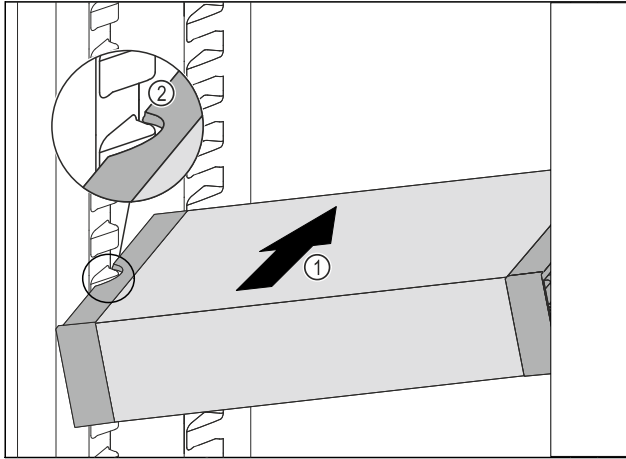

Fig. 164
- ▶ VarioSafe schräg in das Kühlteil einschieben Fig. 164 (1), bis sich die seitlichen Aussparungen Fig. 164 (2) des VarioSafes auf Höhe der Behälterrippe im Kühlteil befinden.